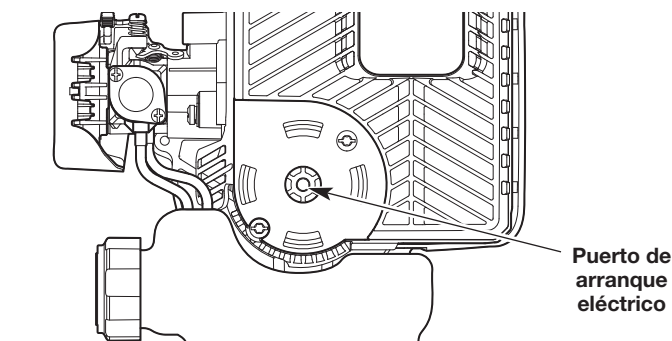

Fig. 9
6. Inserte el accesorio de arranque eléctrico dentro del orificio de arranque eléctrico (Fig. 9). Consulte la sección *Funcionamiento* del manual del operador del accesorio de arranque eléctrico.